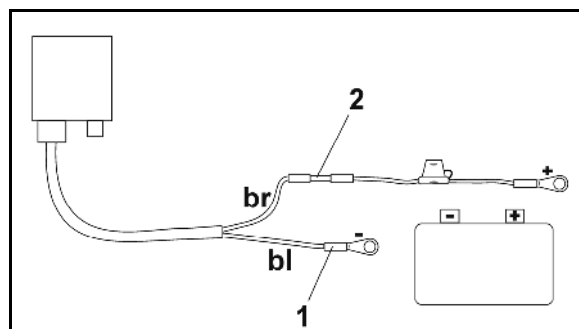

Fig. 17
5. Enden af det blå kabel (stelforbindelse) fæstnes i ringbeslaget (Fig. 17/1).
7. Det brune kabel (+ 12 Volt) føres ind i spændingsforbindelsens ((Fig. 17/2) frie ende.
9. Stødspændingsforbindelsen (Fig. 17/2) varmes op (med et fyrtøj eller en varmluftsblæser, til den skrumper ind og limen strømmer ud).